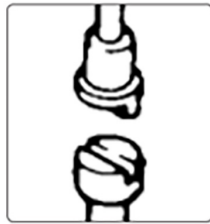

Fig.2
1. Lösen Sie die Schraube am Griffbügel und setzen Sie die Griffereinheit ein (1).
2. Rotieren Sie den Knopf des Ablassventils, um die Verbindungsstange in die Stange des Ablassventils zu setzen, wie in Abb.2 gezeigt.